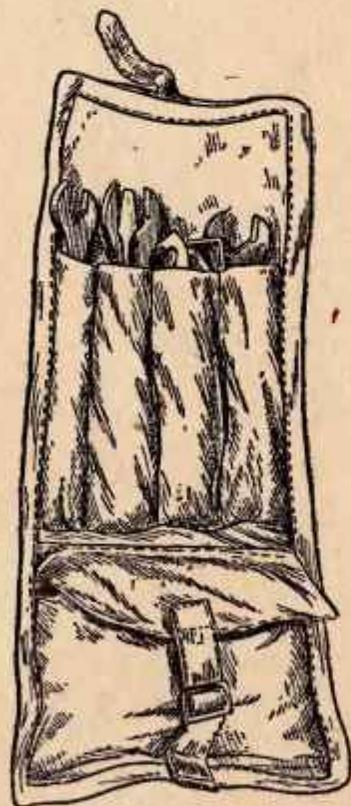

Рис. 20. Инструментальная сумка
16. Инструментальная сумка (рис. 20) служит для хранения и переноски инструментов (ключей, отвертки и т. п.)